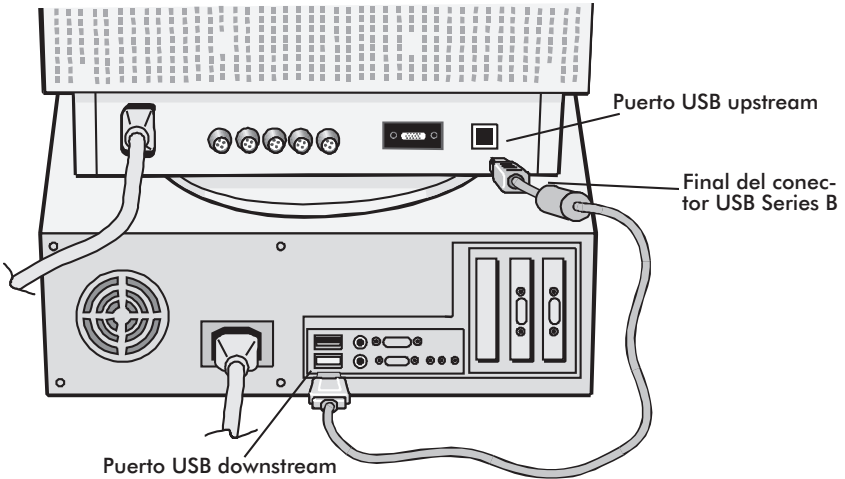

Figura 1
1. Utilizando el cable proporcionado USB, conecte el final del conector USB series B al puerto USB upstream del monitor (Figura 1).
2. Conecte el otro extremo del cable proporcionado, al puerto USB downstream del ordenador (o al hub USB conectado al ordenador) (Figura 1).